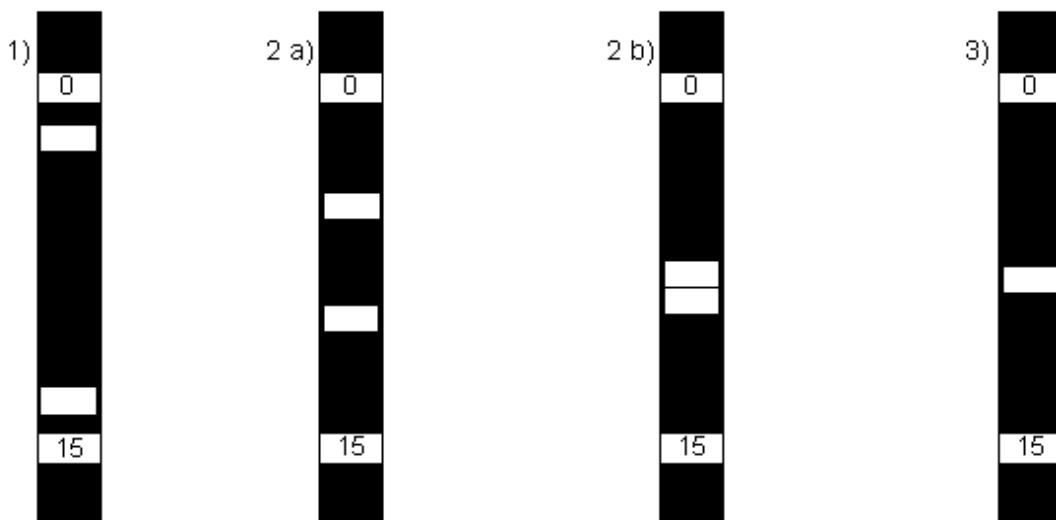

Figura 9 – Determinação da distância do operador à árvore.
- 4) Segure no aparelho com as duas mãos e, olhando para a mira através da ocular lateral, verá a imagem da mira duplicada (1), vendo portanto as faixas brancas da mesma em duplicado. À medida que se aproxima da distância de 15 metros, as duas faixas duplicadas do centro vão-se aproximando (2a e 2b) uma da outra, acabando por coincidir a 15 metros da árvore medidos na horizontal (3). A esta distância surgirá uma faixa branca extra entre as faixas do 0 e do 15 (**Figura 9**).